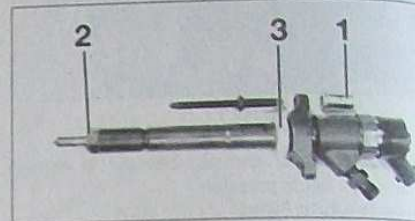

FIG.27
- les écrous (1) (Fig.27).
- les joints (2).
- les bagues d'étanchéité d'injecteurs (3).